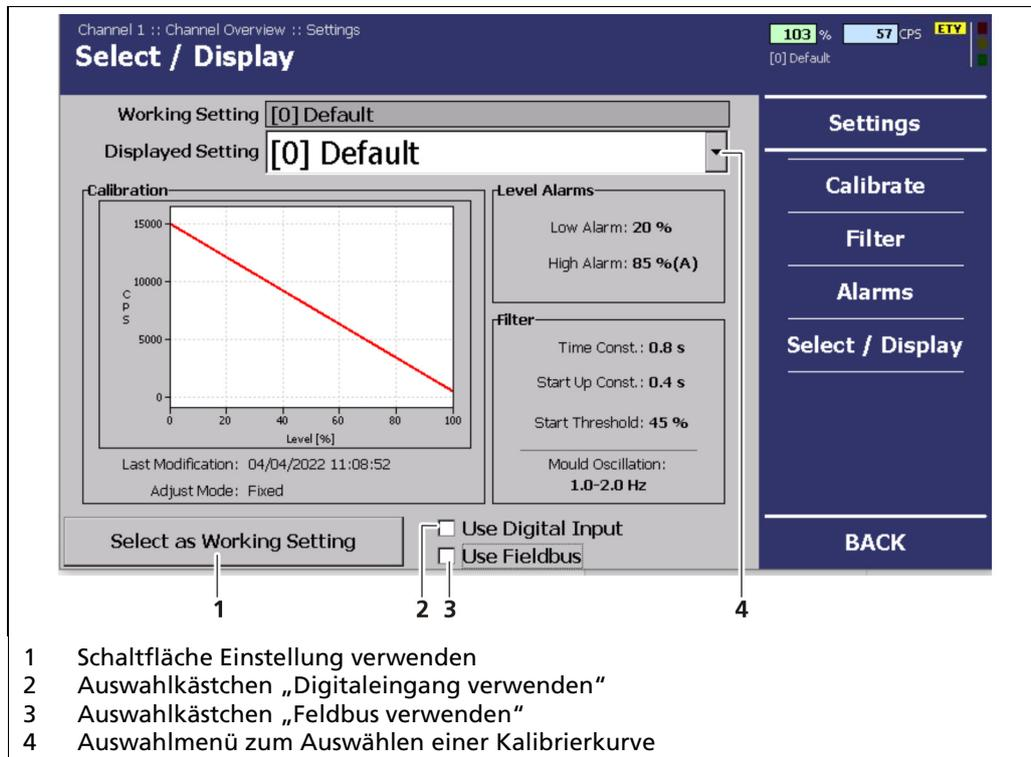

Abb. 65 Menü „Kanalübersicht“, Einstellungen- Auswahl/Anzeige
Klicken Sie im Menü „Kanalübersicht“ auf z. B. Ein-/Ausgänge | Analog IO | Stromausgang 2 (Abb. 65, Pos. 8).
Aktivieren Sie die „Überwachung“ (Abb. 65, Pos. 5) erst, wenn die Messung vollständig angeschlossen ist. Sie vermeiden dadurch Fehlalarme.
2. Klicken Sie auf **<Kalibrierung>** (Abb. 65, Pos. 7).